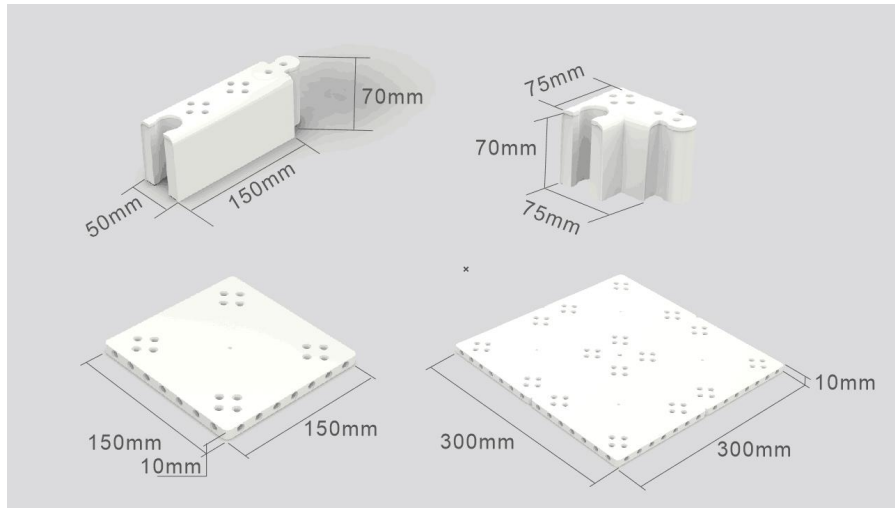

图2 可拼装的塑料部件
1.1 赛台是用可拼装的塑料部件拼接而成的。这些部件有边长 150mm 的方形小底板、边长 300mm 的方形大底板、150mm×70mm×50mm 的挡板及外边长 75mm 的转角等四种，如图 2 所示。